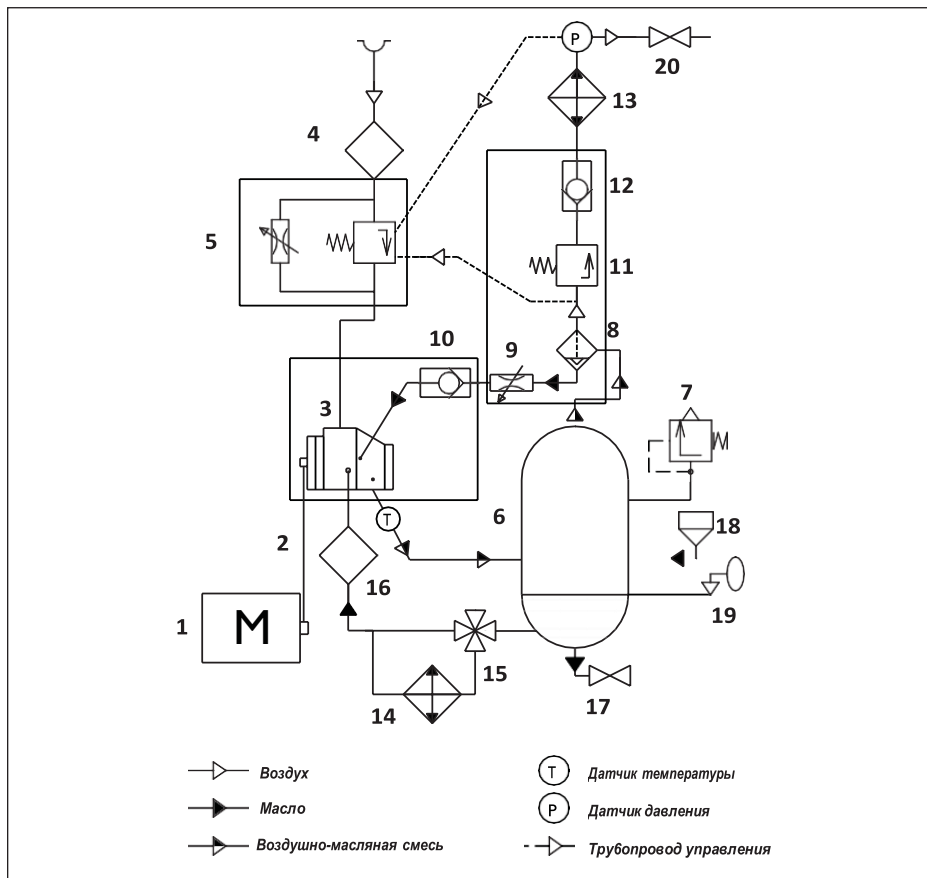

Рис. 2.3 Схема пневматическая AV 30-55
2.4 Принцип действия (Смотри рис. 2.3)